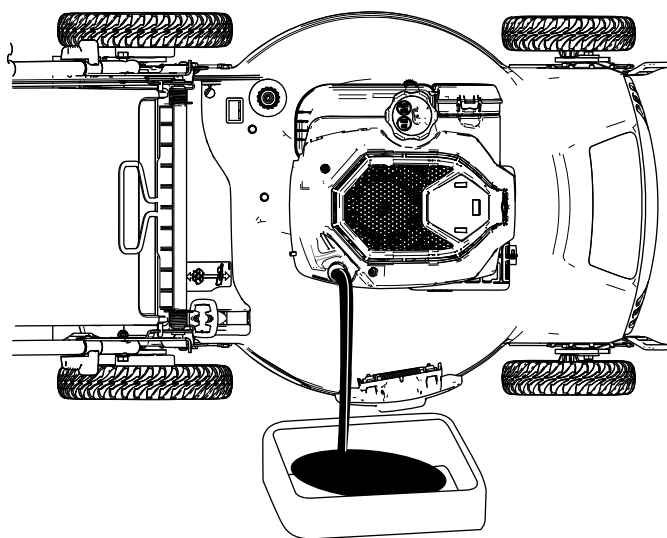

Рисунок 27
4. Для слива отработанного масла через маслозаливную горловину переверните машину набок (чтобы воздушный фильтр был сверху) (Рисунок 27).